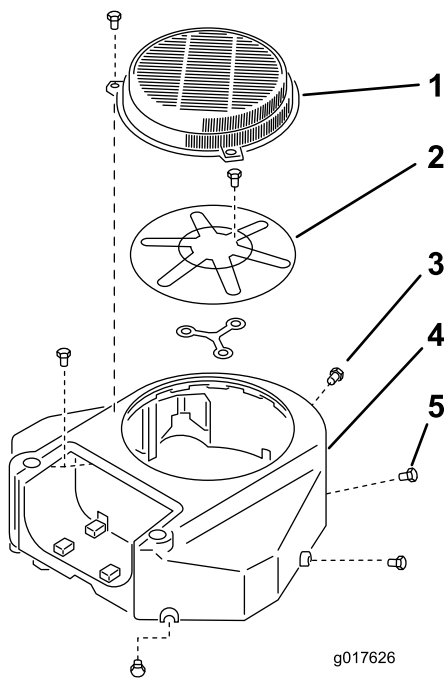

Figura 59
- Retire la rejilla de entrada de aire y la carcasa del ventilador (Figura 59).
- Instale la rejilla de entrada de aire y la carcasa del ventilador (Figura 59).